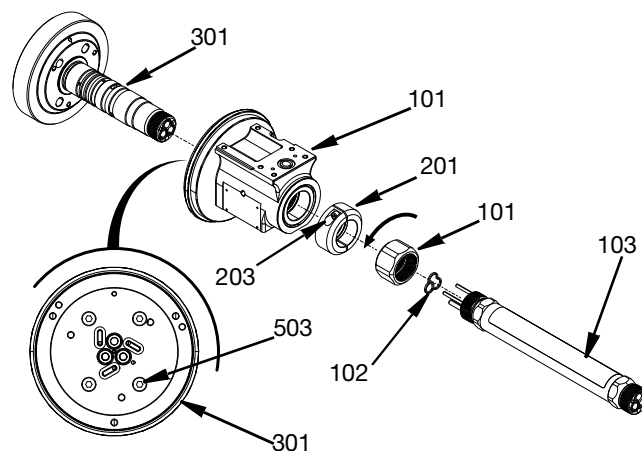

FIG. 19
1. Afloje la tuerca de seguridad tensora (101) en sentido contrario a las agujas del reloj mirando hacia el cuerpo principal de la pistola 3D Switch SST. La rotación de la tuerca separará el conjunto del tubo largo (103) del cuerpo central (301). Deseche la junta del adaptador (102).
2. Afloje los dos tornillos M5 de cabeza hueca (203) con una llave hexagonal y retire el conjunto del anillo de bloqueo (201) junto con la arandela (202).
3. Para liberar la presión sobre los sellos internos y facilitar el desmontaje, alinee los orificios de acceso en el cuerpo central (301) con los cuatro tornillos M6 (503) y afloje los tornillos.
4. Dé golpecitos al cuerpo central (301) para sacarlo del conjunto del alojamiento de la pieza giratoria (511) con un mazo de cara blanda. Consulte la FIG. 19.